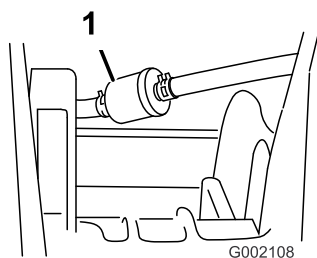

Рисунок 40
5. Снимите зажимы, крепящие топливный фильтр к топливным линиям (Рисунок 40).